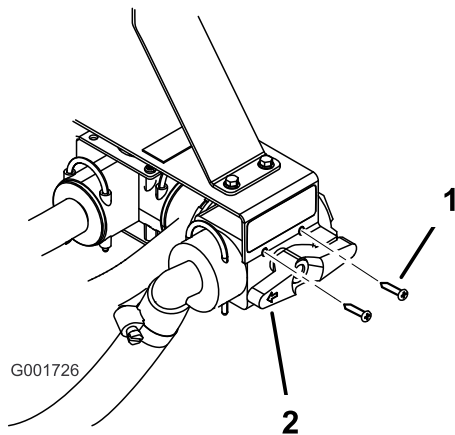

Bild 13
10. Befestigen Sie das neue Regelventil mit zwei Schrauben an der Halterung (Bild 13).